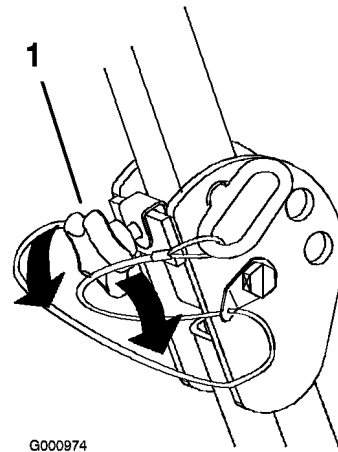

Figure 5
1. Pour abaisser l'arceau de sécurité, desserrez les boutons avant (Figure 5).
Important: Serrez les boutons avant contre les extrémités centrales de l'arceau de sécurité (Figure 5).